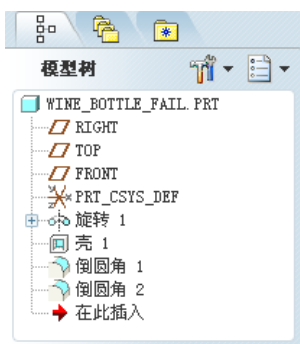
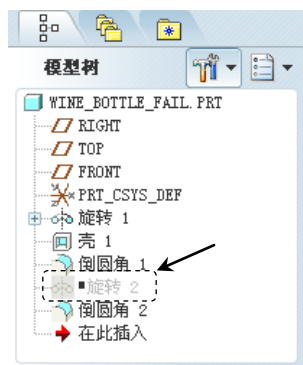

图 5.21.17 模型树（一）
图 5.21.18 模型树（二）
(1) 如图 5.21.17 所示, 从模型树上看不到隐含的特征。
(2) 如果想在模型树上看到该特征, 可进行下列的操作:
① 选取导航选项卡中的 **树过滤器(T)...** 命令。
② 在弹出的模型树项目对话框中, 选中 ☒ **隐含的对象** 复选框, 然后单击该对话框中的 **确定** 按钮, 此时隐含的特征又会在模型树中显示, 如图 5.21.18 所示。